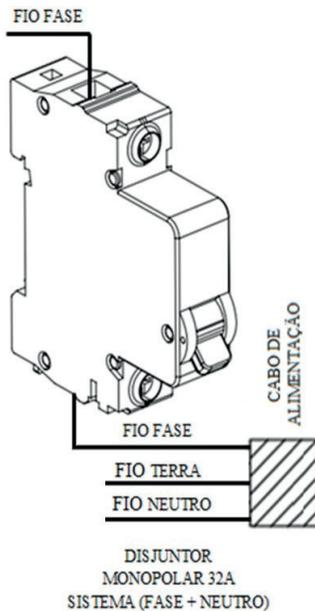

Figura 1
C. Se o sistema elétrico de sua residência for 220 V (fase + neutro) utilizar disjuntor monopolar de 32 A no fio fase (figura 1).